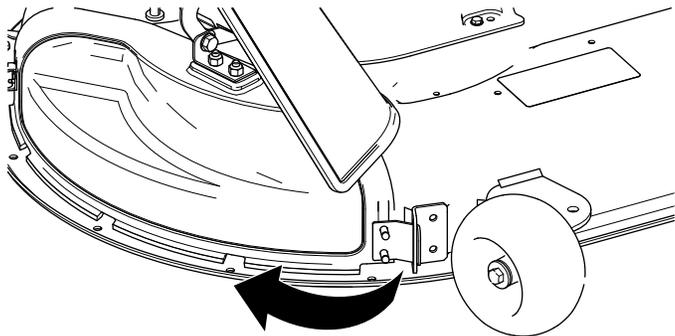

**Figure 14**
- Inclinez la languette en métal sur le couvercle d'éjection pour la rentrer dans la fente du support qui est soudé au plateau de coupe (Figure 14).